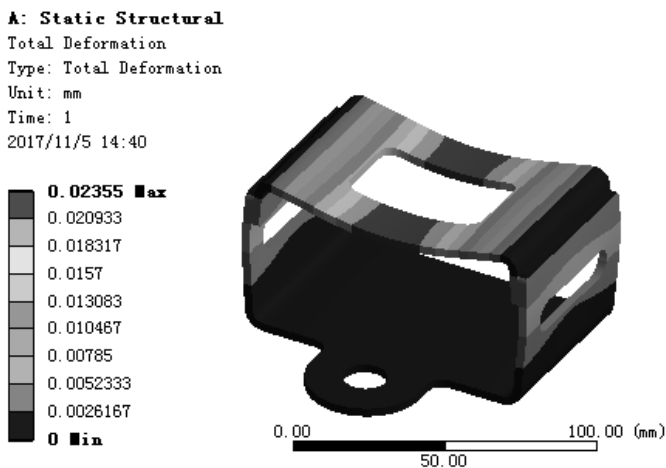

图 7.6.59 位移变形结果图解
(3) 查看位移变形结果图解。在“Outline”窗口中选中 Total Deformation，查看图 7.6.59 所示的位移变形结果，其最大位移为 0.02355 mm。